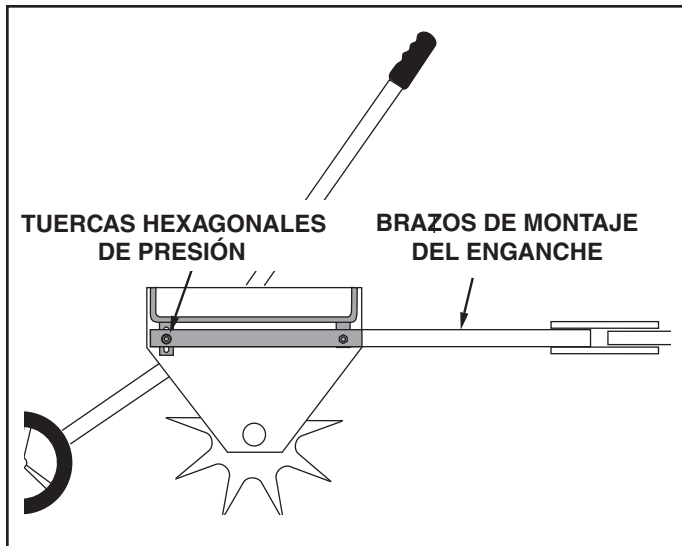

FIGURA 8
1. Para nivelar la bandeja de espigas después de que el aireador sea colocado en el enganche del tractor, afloje las tuercas hexagonales de presión que aseguran los brazos de montaje del enganche a los soportes en la parte posterior de la bandeja. Trate de nivelar la bandeja lo más posible y vuelva a apretar las tuercas. Vea la figura 8.